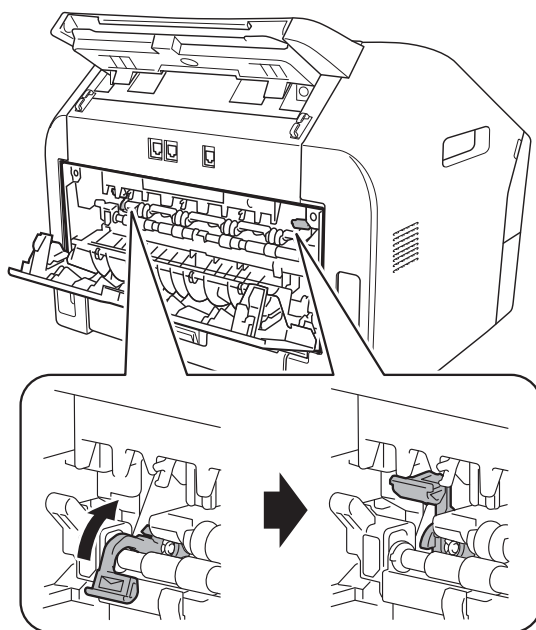

图 2-7
- 将绿色的信封专用手柄返回至初始位置 (参阅图 2-7)。